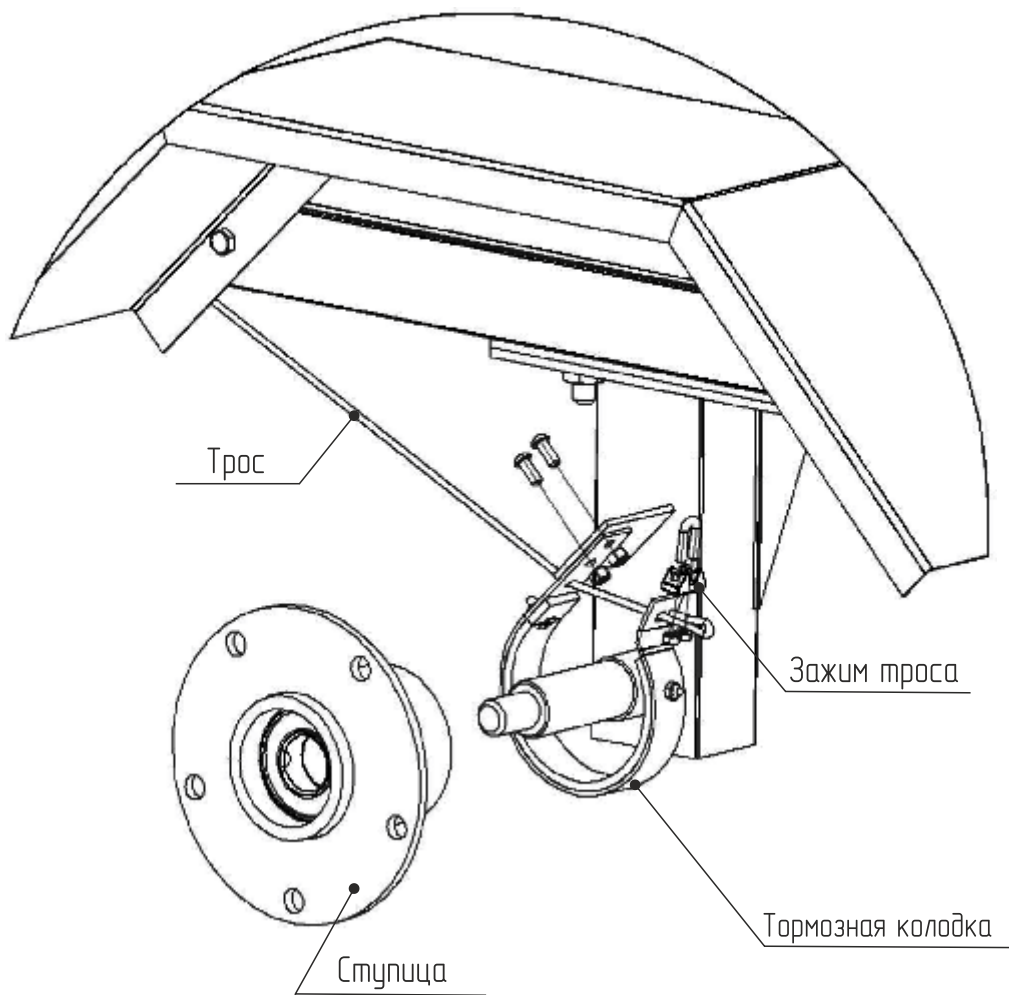

Рис. 1. Установка тормозной колодки на телегу.
- Соедините две половины рамы, переднюю (5) и заднюю (6) при помощи болтов М10х25, шайб Ø10, шайб пружинных Ø10 и гаек М10.
- Положите кузов (4) на ровную поверхность вверх дном. Установите раму на кузов так, чтобы кронштейн расположенный в задней части рамы (6) совпал с кронштейном расположенным на кузове (4). Зафиксируйте поворотный кронштейн при помощи болта М14х90, шайбы Ø14 и стопорной гайки М14, не затягивайте слишком сильно соединение, чтобы кузов мог спокойно опрокидываться.
- Установите стойки колес (11) на основания расположенные на кузове (4). Зафиксируйте болтами М10х25, шайбами Ø10, шайбами пружинными Ø10 и гайками М10.
- Прикрутите тормозные колодки к кронштейнам расположенным на стойках колес (рис. 1). Зафиксируйте винтами М5х12 и стопорными гайками М5 (кроме ТПМ1-171).
- Проденьте стальной трос через отверстия в колодке. Закрепите конец троса при помощи зажима троса (для большей надежности уложите трос петлей). Протяните трос ко второй колодке, обогнув тормозную тягу (7).
- Установите колеса (8) на ступицы и закрепите при помощи болтов М10х25, шайб Ø10, шайб пружинных Ø10 и гаек М10. Проверьте давление в шинах, оно должно составлять 1,5 - 1,7 атм.
- Установите ящик-сиденье (3) на борт телеги, вкрутите два кровельных самореза 5,5х50 в отверстия труб. Вставьте стойки спинки (2) до упора в стойки ящика-сиденья. Установите спинку (1), зафиксируйте стопорными гайками М6.
- Установите крылья (13) на кузов телеги, закрепите их при помощи болтов М6х40 и гаек М6 (кроме ТПМ1-171).
- Положите кузов (4) на ровную поверхность вверх дном. Установите собранную раму на кузов так что бы кронштейны в задней части рамы (6) совпали с кронштейнами, расположенными на кузове. Зафиксируйте поворотные кронштейны при помощи болтов М14х90, шайб Ø14 и стопорных гаек М14, не затягивайте слишком сильно соединение, чтобы кузов мог свободно опрокидываться.
- Установите стойки колёс (11) на основания расположенные на задней части рамы (6). Зафиксируйте болтами М10х25, шайбами Ø10, шайбами пружинными Ø10 и гайками М10.
- Прикрутите тормозные колодки к кронштейнам, расположенным на стойках колес (рис. 1). Зафиксируйте винтами М5х12 и стопорными гайками М5.
- Проденьте стальной трос через отверстие в колодке. Закрепите конец троса при помощи зажима троса (для большей надежности уложите трос петлей). Протяните трос ко второй колодке, обогнув тормозную тягу (6).
- Установите колеса (7) на ступицы и закрепите при помощи болтов М10х25, шайб Ø10, шайб пружинных Ø10 и гаек М10. Проверьте давление в шинах, оно должно составлять 1,5-1,7 атм.
- Соедините две половины рамы, переднюю (5) и заднюю (6) при помощи болтов М10х25, шайб Ø 10, шайб пружинных Ø 10 и гаек М10.
- Положите кузов (4) на ровную поверхность вверх дном. Установите собранную раму на кузов так, чтобы кронштейны расположенные в задней части рамы совпали с кронштейнами расположенными на кузове. Зафиксируйте поворотные кронштейны при помощи болтов М14х90, шайб Ø 14 и стопорных гаек М14, не затягивайте слишком сильно соединения, чтобы кузов мог свободно опрокидываться.
- Прикрутите тормозные колодки к кронштейнам расположенным на стойках колес (рис. 1). Зафиксируйте винтами М5х12 и стопорными гайками М5.
- Установите колеса (8) на ступицы и закрепите при помощи болтов М10х25, шайб Ø 10, шайб пружинных Ø 10 и гаек М10. Проверьте давление в шинах, оно должно составлять 1,5-1,7атм.
- Соберите сиденье, установив к каркасу (3) сиденье (2) и спинку (1), зафиксируйте стопорными гайками М6. Установите сиденье в сборе кронштейнами на борт кузова, зафиксируйте кровельными саморезами 5,5х50 в отверстия труб.